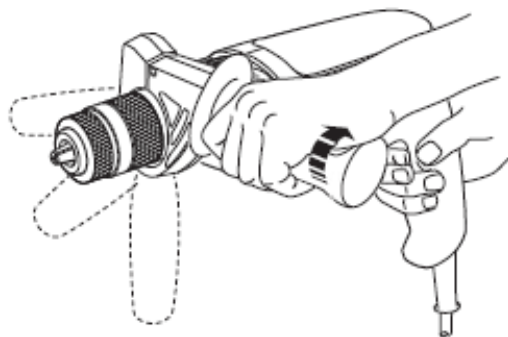

FIGURA 8.2
1. Gire la empuñadura en sentido antihorario hasta que el mango de apoyo (figura 8.2) pueda deslizar sobre la parte frontal de la herramienta, como aparece ilustrado en la figura 8.2. Ajústela en la posición deseada;